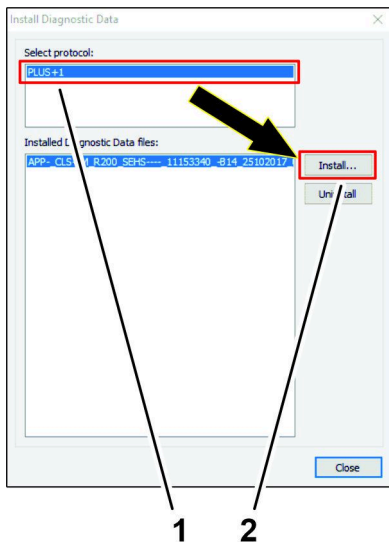

Figure 48
2. Dans la boîte de dialogue Sélectionner un protocole, cliquez sur l'icône PLUS+1 puis sur l'icône INSTALLER (Figure 48).